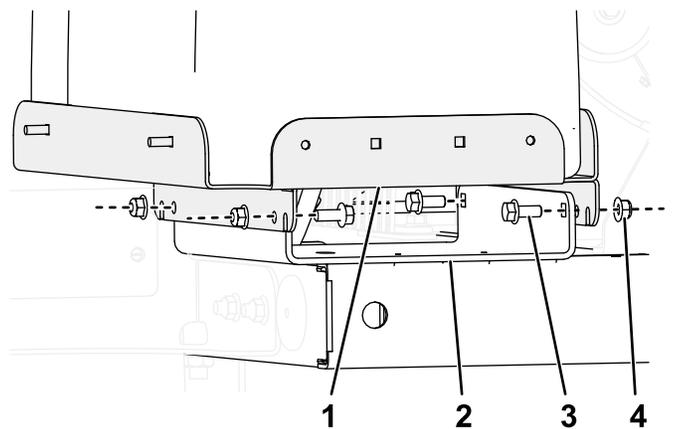

Figura 3
2. Instale a montagem do depósito de combustível, como se mostra na Figura 3.